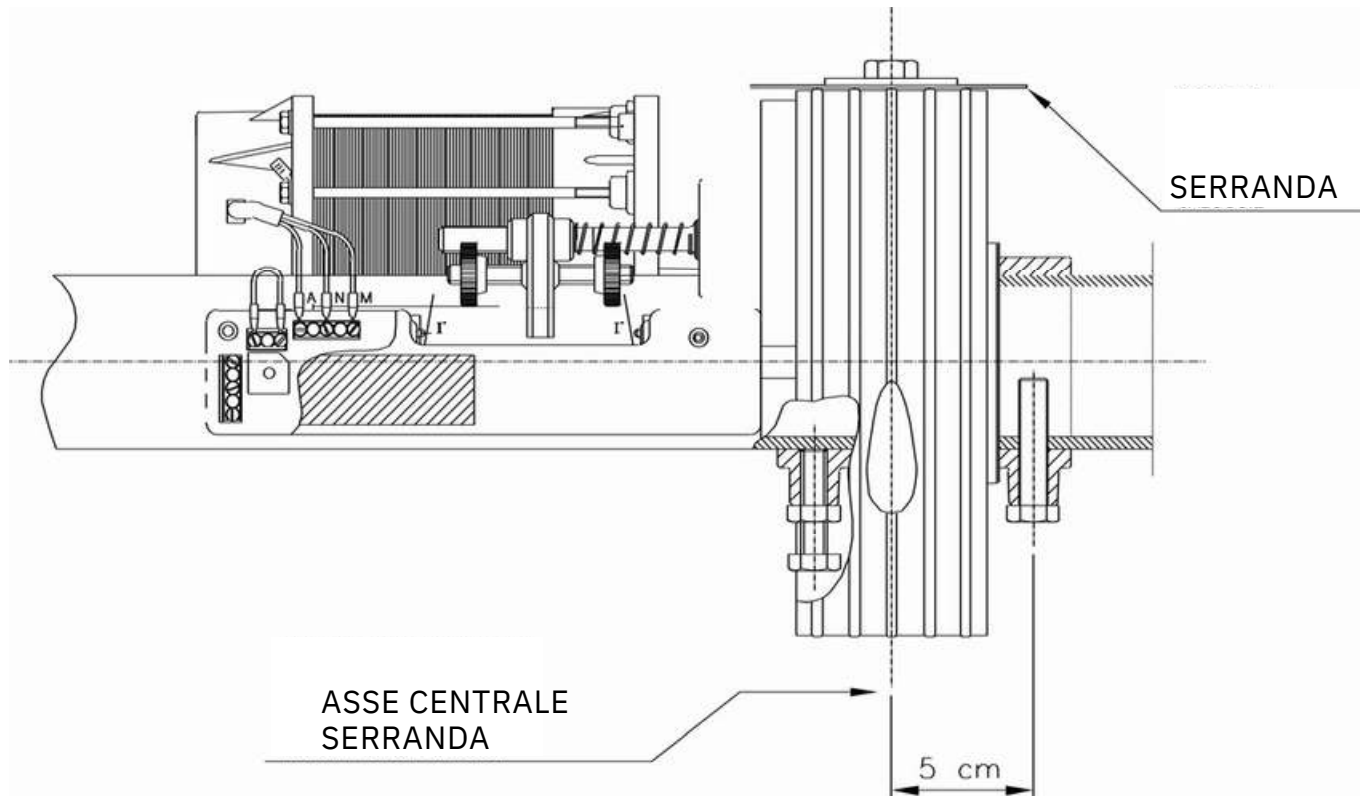

FIG.1
- 1) Praticare un foro del diametro di 10 mm a 5 cm dal centro dell'asse della serranda (vedere FIG. 1).
- 13) Serrare a mano il motoriduttore per 1-1½ giri portando la ghiera di finecorsa verso il microswitch 1 (in basso) come nella fig. 1 (deve ruotare agevolmente).
- 19) Se è necessario installare la serranda nel verso opposto a quello illustrato in FIG. 1, i punti precedenti devono essere eseguiti scambiando i ruoli dei due microswitch, poiché il microswitch 2 arresta la discesa e il microswitch 1 arresta il sollevamento.